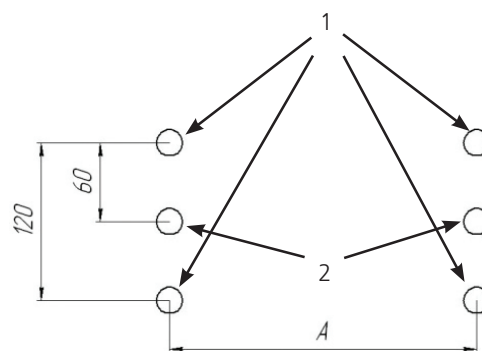

Рис. 6
1. На поверхности выполнить 6 отверстий под под винты М4 согласно размерам схемы (см. Рис. 6, размер А зависит от типа светильника).
1. На поверхности выполнить 4 отверстия под под винты М4 согласно размерам схемы (см. Рис. 6 без отверстий 2, размер А зависит от типа светильника).